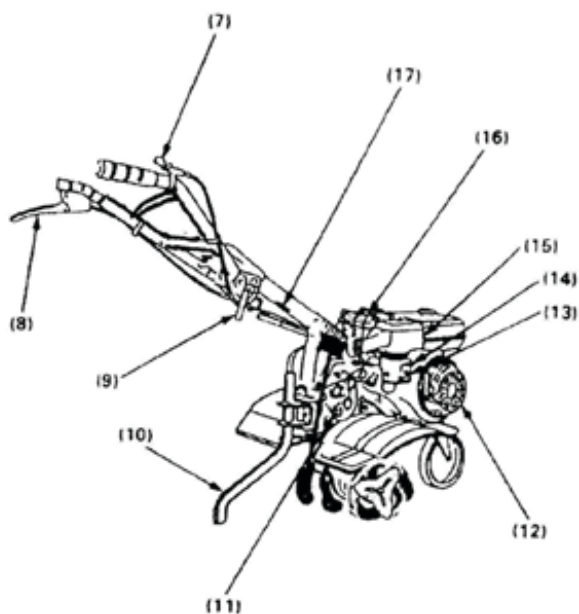
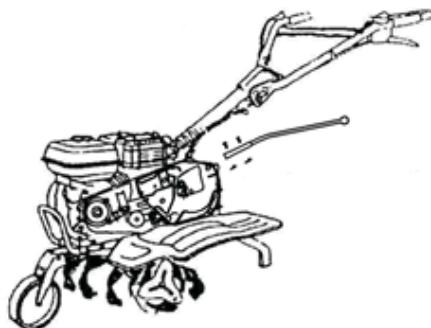

Рис. 3
Рис.11
Распакуйте рычаг переключения передач (6) (рис.3), снимите крышку ремня привода (5) (рис.3), отсоедините колесо натяжения. После этого соедините и зафиксируйте рычаг переключения передач. (Рис.11) Установите на место колесо натяжения и крышку ремня привода.